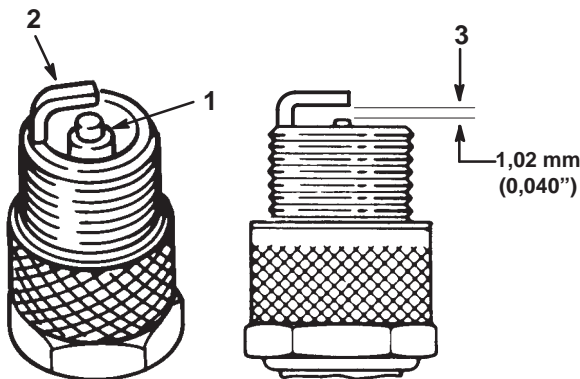

Abbildung 24
1. Auf die Mitte der Zündkerze sehen (Abb. 24). Wenn am Elektrodenisolator eine leicht braune oder graue Verfärbung sichtbar ist, läuft der Motor gut. Eine schwarze Beschichtung auf dem Isolator weist gewöhnlich auf einen verschmutzten Luftfilter hin.
2. Den Luftspalt zwischen der mittleren und der seitlichen Elektrode kontrollieren (Abb. 24). Die Seitenelektrode (Abb. 24) biegen, wenn der Abstand nicht korrekt ist.